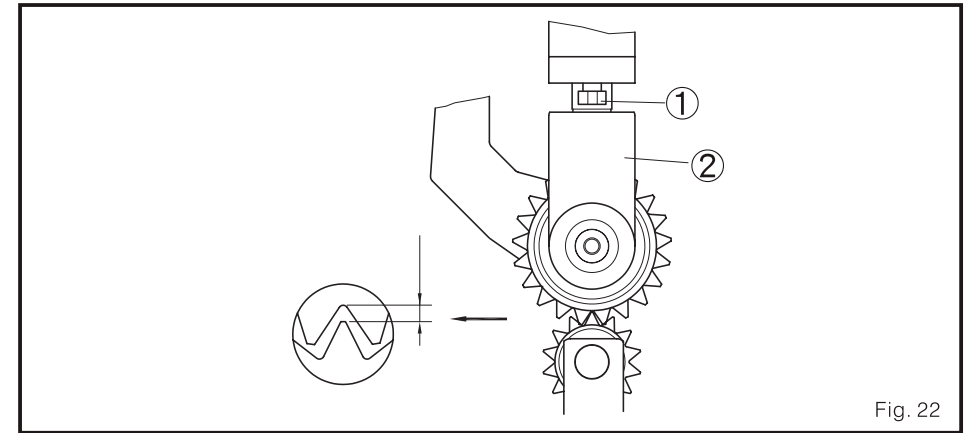

Fig. 22
Quando o rolo superior se orienta ao ponto mais baixo, o espaço entre os dentes do rolo superior e inferior são de 0.05 mm, como também estes rolos devem ficar paralelos. (Fig. 22)
1. Ajustar ambos os rolos de forma que eles sejam paralelos. Solte o parafuso 1, e ajuste ambos os rolos de forma que eles sejam paralelos entre se, Depois ajuste um pouco o parafuso 1, e mova o base 2 para cima e para baixo fazer que o movimento seja mais macio. Finalmente, ajuste o parafuso 1. (Fig. 22)